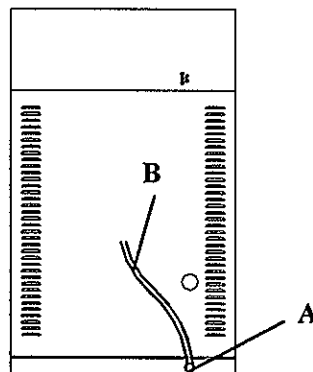

fig. 14
- During a normal wash program, check the drain hose outlet (A) (B) of the bearings box for leaks (*fig. 14*). This hose is visible at rear of the washer's lower frame.
- Durante un programa normal de lavado, comprobar que no se aprecian pérdidas de baño por el extremo (A) del tubo de drenaje (B) de la caja de rodamientos (*fig. 14*). Este tubo es visible en la parte inferior posterior de la lavadora.
- Durant un programme normal de lavage, vérifier que la machine ne perd pas d'eau par l'extrémité (A) du tuyau de vidange (B) de la boîte à roulements (*fig. 14*). Ce tuyau est visible à la partie inférieure arrière de la machine.